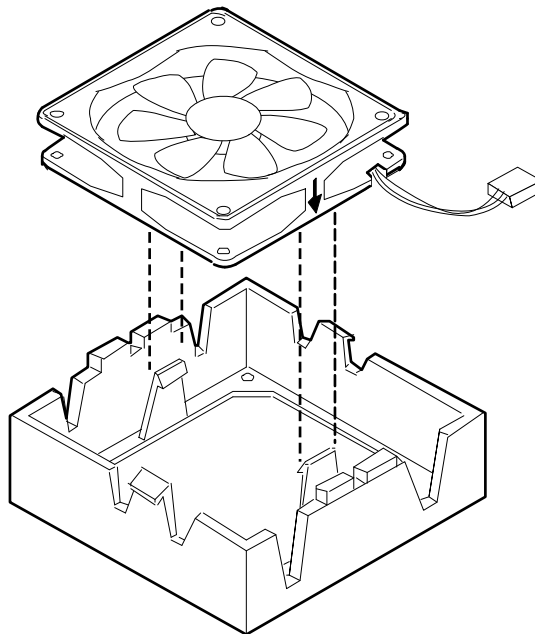

Abb. 10-2. Bedienfeldlüftereinheit
5. Den Lüfter vom Plastikgehäuse durch Drücken der inneren flexiblen Dornen auf dem Gehäuse vom Lüfter weg entfernen. Das Gehäuse aufbewahren. Abb. 10-2.